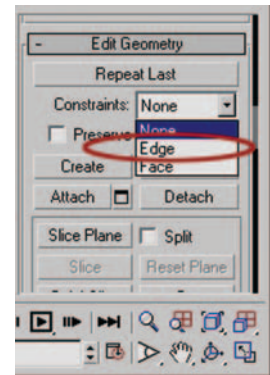

Figure 6.41 Edge Constraints highlighted.
7. Set the constraint to Edge mode (Figure 6.41).